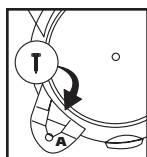

FIGURE 7
5. Fixez la patte de roulette au réservoir au moyen de la vis fournie. **FIGURE 7.**